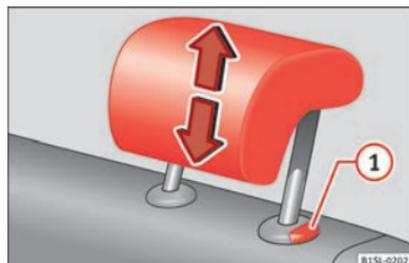

Fig. 66 Ajustar os encostos de cabeça traseiros.
- Desbloqueie o encosto de cabeça no sentido da seta, para cima ou para baixo ao mesmo tempo que pressiona o botão » **Fig. 66 1** » **⚠**.